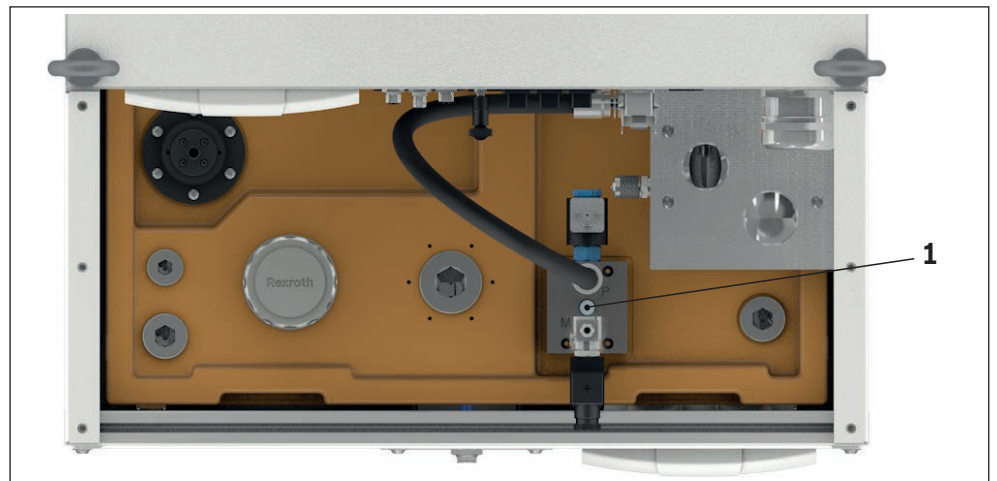

图 16: 气动接口
- ▶ 连接气动软管 (d = 6 mm), 请参阅图 16 位置 1。